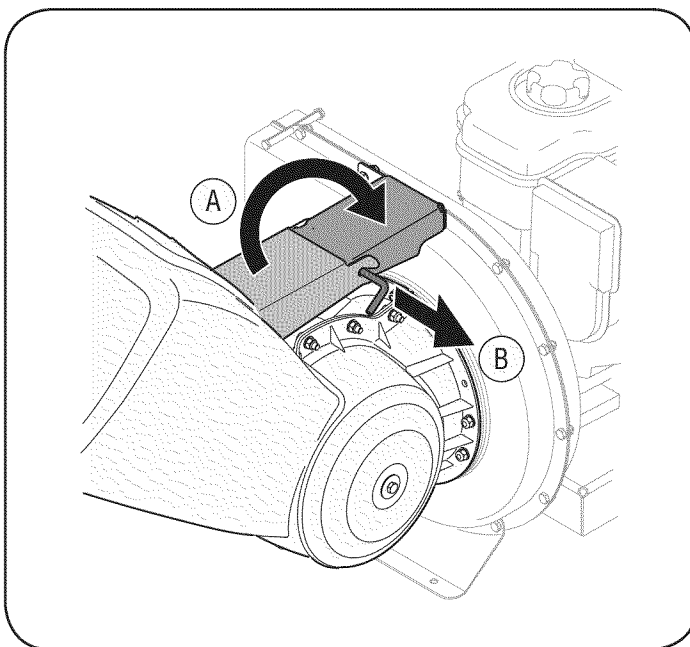

Figura 2
2. A. Levante el montaje de la tolva hasta el montaje del soporte de motor. Véase la figura 2.
B. Deslice la varilla de liberación hacia afuera levemente para enganchar el soporte de tolva en la varilla. Vea la Figura 2.